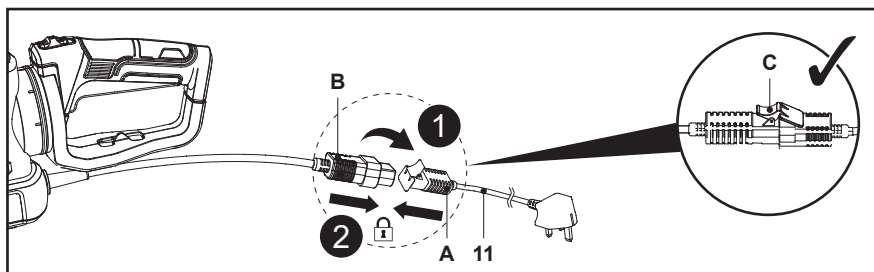

Fig. 2
1. Ouvrir le couvercle (C) de la prise (A) du cordon d'alimentation (11), puis aligner les broches de la prise (B) sur les fentes de la prise (A) et appuyer dessus. S'assurer que l'assemblage est correct, puis fixer le couvercle (C) en position (Fig. 2, étapes 1, 2).